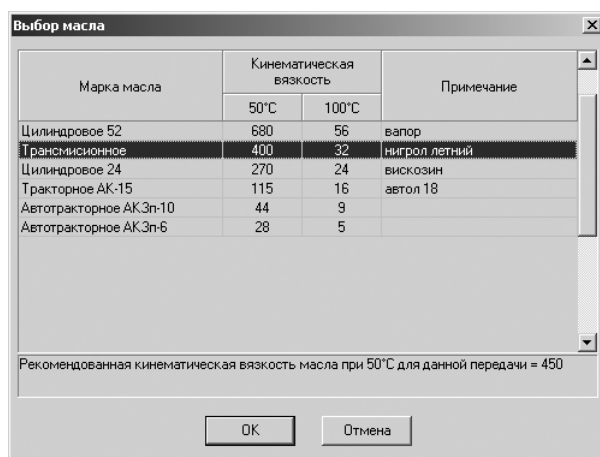

Рис. 5.56. Диалоговое окно **Выбор масла**
- в строке **4. Марка масла** для выбора марки масла щелкните по кнопке, расположенной правее поля ввода, – **Ввод данных**. Появится диалоговое окно **Выбор масла**, изображенное на рис. 5.56;
- в строке **6. Кинематической вязкости масла при 50°C** устанавливается автоматически после выбора масла – 400 (см. рис. 5.56);
- в строке **7. Кинематической вязкости масла при 100°C** устанавливается автоматически после выбора масла – 32 (см. рис. 5.56);